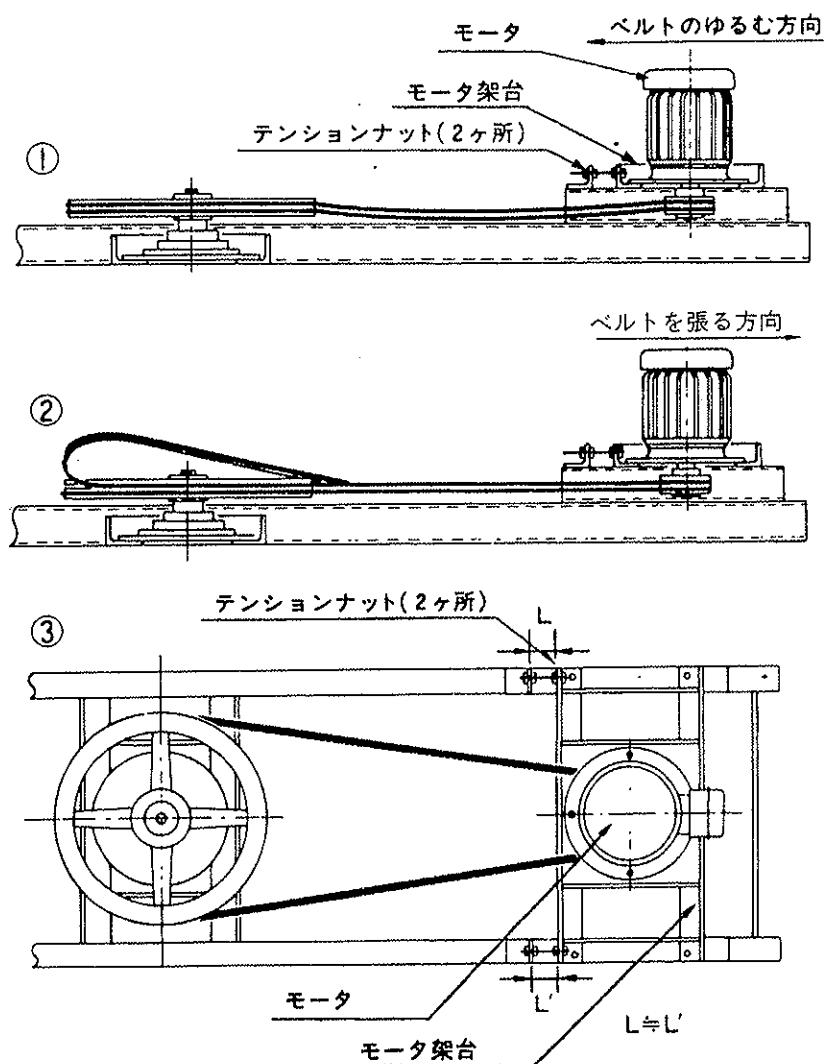

図10-7 ベルト交換手順
- 4本のスライドボルト・ナットをゆるめ、テンションナットを左右均等に回してベルトの張りを調整してください。(図10-7 ベルト交換手順参照)
- c. テンションナットをゆるめて、モータをファンの中心方向にスライドさせてください。(図10-7①参照)
- d. 古いベルトを外し、新しいベルトに掛け替えてください。(図10-7②参照)ベルトの山が正しくプーリの溝に入っているか確認してください。